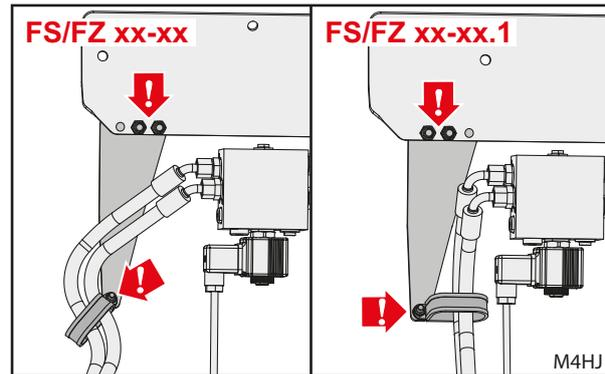

Fig. 18 Posizioni di montaggio del supporto
(16) Legare insieme le tubazioni flessibili con 1 fascetta stringitubo e montare quest'ultima sul supporto utilizzando 1 vite esagonale M6x25 e un dado autobloccante (vedere Fig. 18).
(17) Collegare il cavo di collegamento valvola al blocco valvole.